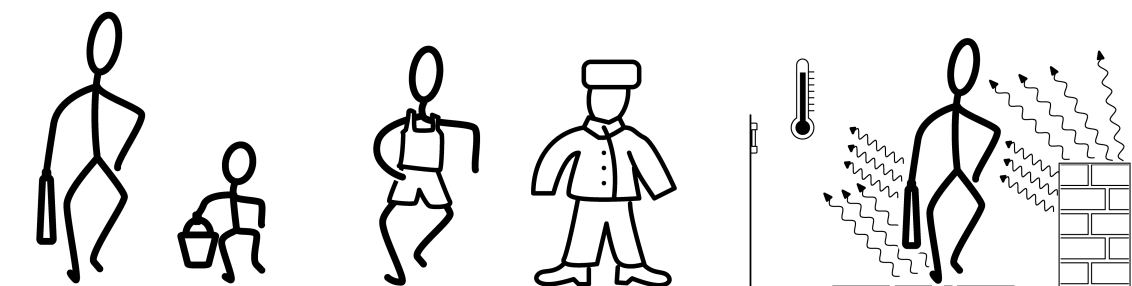

Рисунок 5: Размер, изоляция и контрастность тепловых источников
- Размер теплового источника, например взрослый или ребенок (рисунок 5)
- Температура теплового источника: интенсивность излучения поверхности с температурой 37 °С выше чем с температурой 10 °С (рисунок 5).
- Контрастность между тепловым источником и окружающей средой: при одинаковой интенсивности излучения теплового источника и окружающей среды распознавание значительно усложняется (рисунок 5).